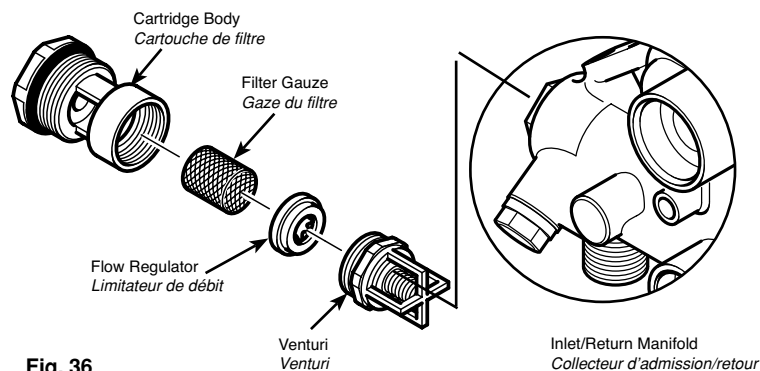

Fig. 36
8.11 Flow Regulator (Figs. 36)
8.11 Limiteur de débit (Fig. 36)